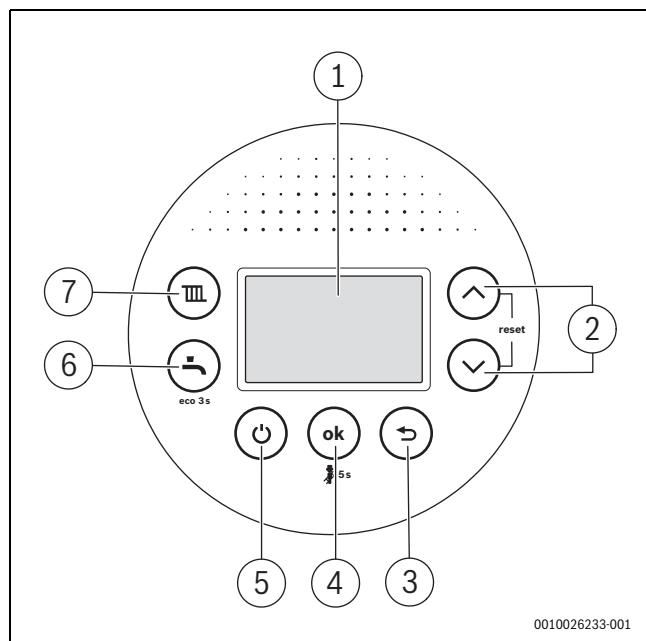

Fig. 81 Aperçu du tableau de commande
Après la mise en service, la touche ⏻ (→ fig. 81, [5]) démarre ou arrête simultanément le chauffage et la production d'eau chaude sanitaire via la chaudière murale à condensation, sans interrompre l'alimentation électrique.
- En fonctionnement normal, désactiver l'appareil avec la touche ⏻ (→ fig. 81, [5]).